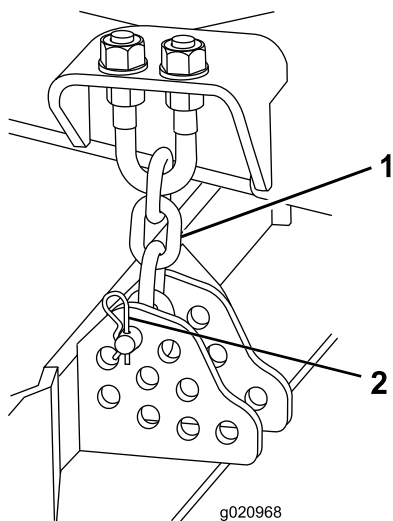

Figura 17
- Retire o perno de gancho e pino de segurança que fixam as correntes da altura de corte à traseira da plataforma do cortador (**Figura 17**).